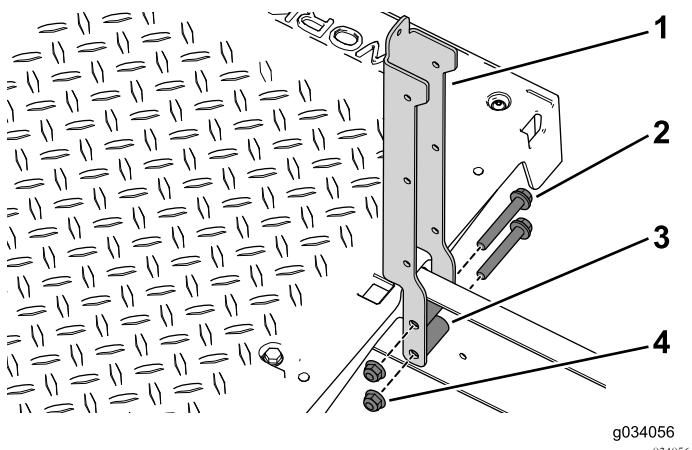

Рисунок 39
- С помощью 4 фланцевых болтов (3/8 x 2-1/2 дюйма), проставок и фланцевых гаек прикрепите левую и правую опоры сиденья к автомобилю (Рисунок 39).